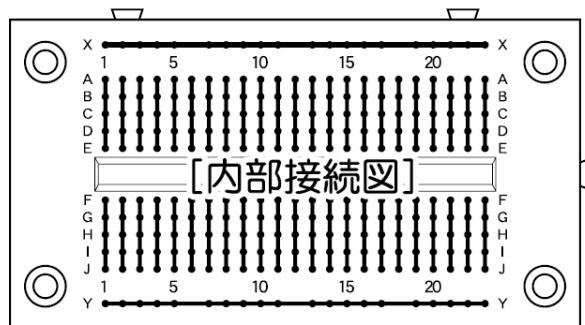

図 4.1 ブレッドボードの結線図
- 最上部, 最下部の列 (図 4.1 の X, Y) は, 通常グランドと, オペアンプやトランジスタを駆動するための電圧源として利用する.